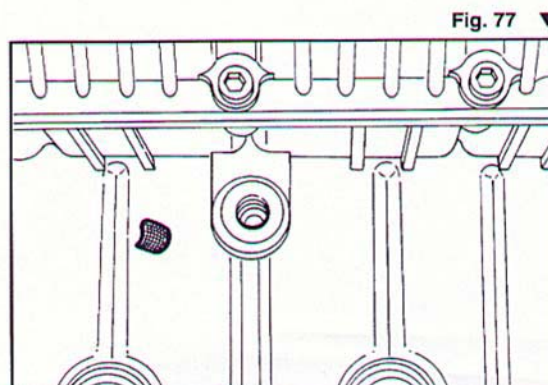

Fig. 77 ▼
- togliere dal foro il filtro a retina (Fig. 77);
- remove the mesh filter from the hole (Fig. 77);